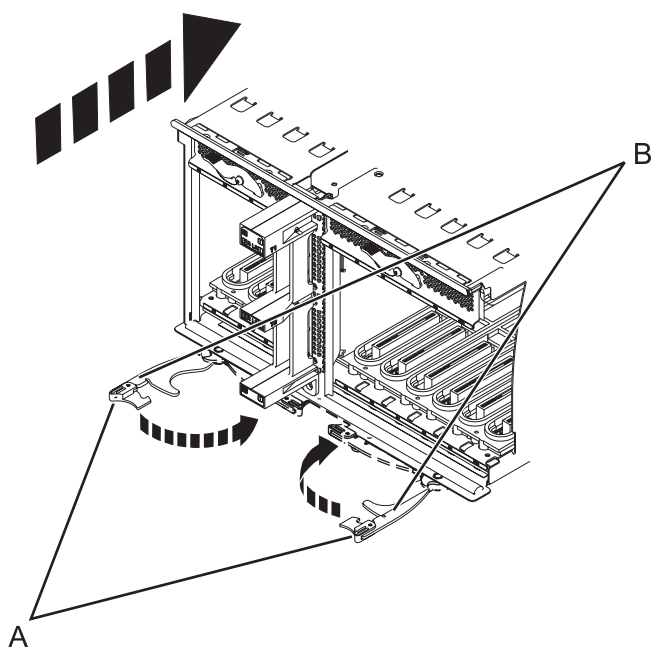

Figure 58. Installation de la carte mère d'entrée-sortie sur un modèle monté en armoire
8. Insérez la carte mère d'entrée-sortie fermement dans le serveur, comme indiqué dans la figure 58, à la page 72.
9. Fixez la carte mère d'entrée-sortie avec les languettes de verrouillage (A), comme indiqué dans la figure 58, à la page 72.